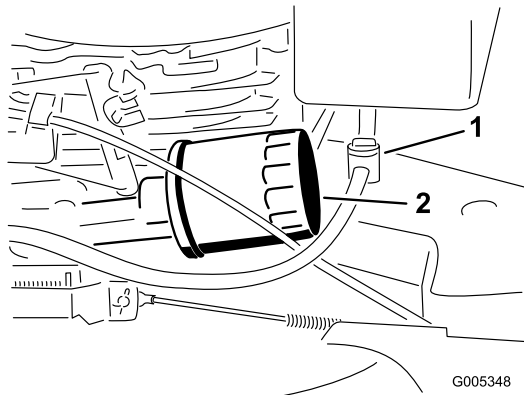

Figura 25
6. Coloque un trapo debajo del filtro de aceite para recoger cualquier aceite que se salga mientras retira el filtro (Figura 25).
3. Cierre la válvula de combustible (Figura 25)